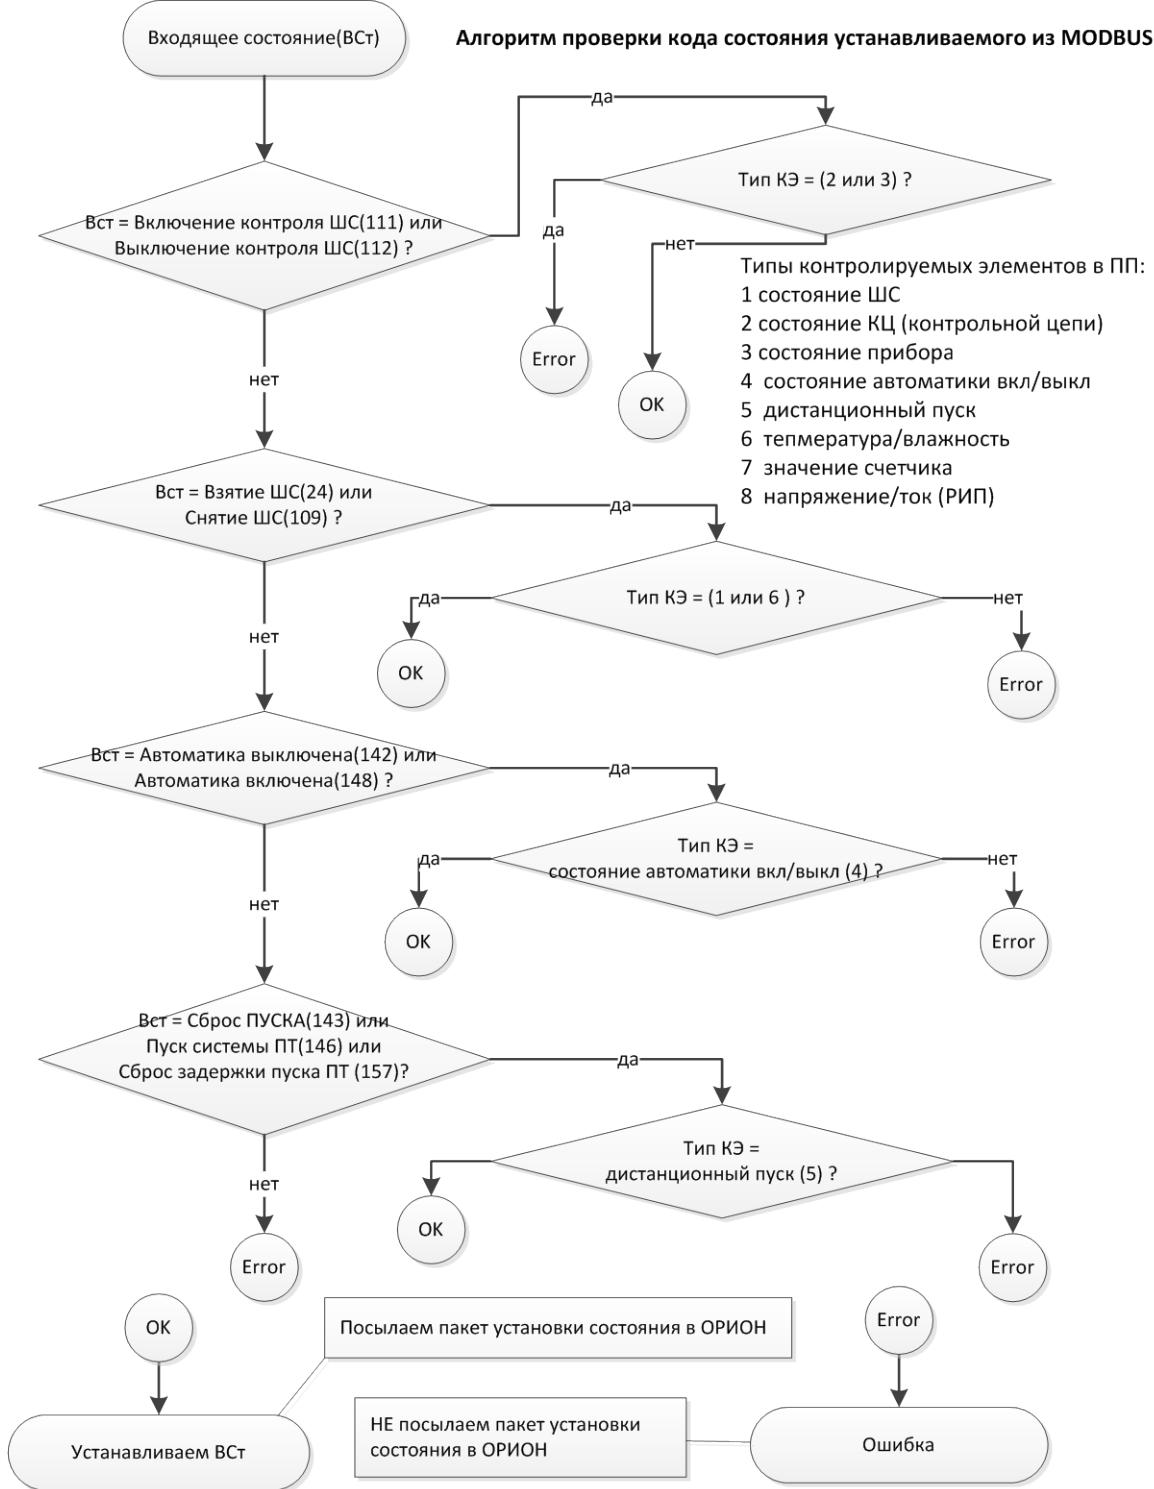

Рисунок 3
- При управлении состоянием зон и разделов из MODBUS, «C2000-ПП» использует следующий алгоритм: см. рисунок 3.
- Как видно из рис.3 чтобы управлять состоянием какой-либо зоны нужно назначить ей определенный тип в конфигурации «С2000-ПП». Так, например, включение и выключение контроля ШС невозможно для типов зоны 2 и 3. Тип 3 это состояние прибора, а тип 2 это состояние контрольной цепи т.е. выход. Для зоны прибора включение или выключение контроля ШС невозможно в принципе. А для типа 2 мы, пытаясь включить контроль для выхода, фактически включим его для входа, если в приборе есть ШС с номером 2. Такое поведение также нежелательно.